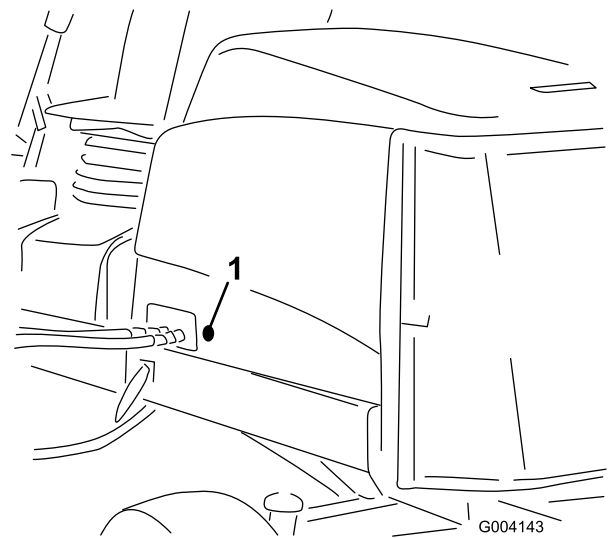

図 16
- フードの左側についているゴム製のハトメを取り外す 図 16。